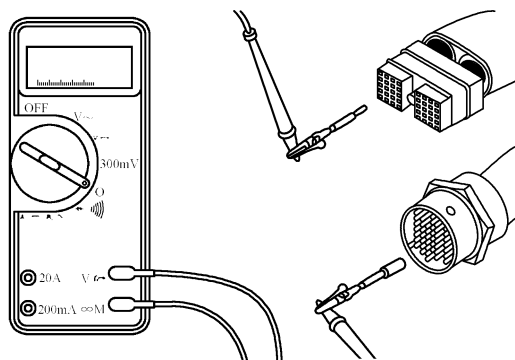

图 5-247 测量触针 33 与触针 20 之间的电阻
⑧ 万用表应显示闭路, 电阻小于 10Ω 。如果电路不是闭路, 应维修或更换 OEM 线束。
⑨ 测量 50 针线束插头触针 33 与 31 针插头触针 20 之间的电阻, 如图 5-247 所示, 万用表必须显示闭路, 电阻小于 10Ω 。如果电路没有闭合, 应维修或更换 OEM 线束。